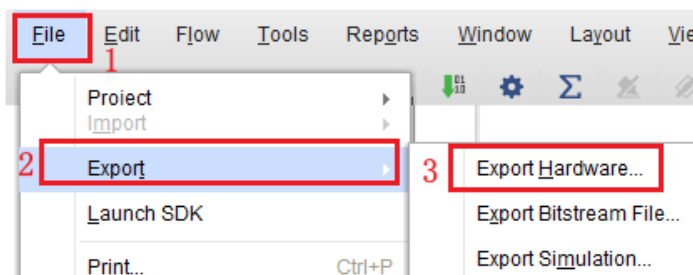

图 1-13 导出 bit 文件
1. 编译工程，然后依次点击 File->Export->Export Hardware，导出 bit 文件，如下图 1-13 所示。